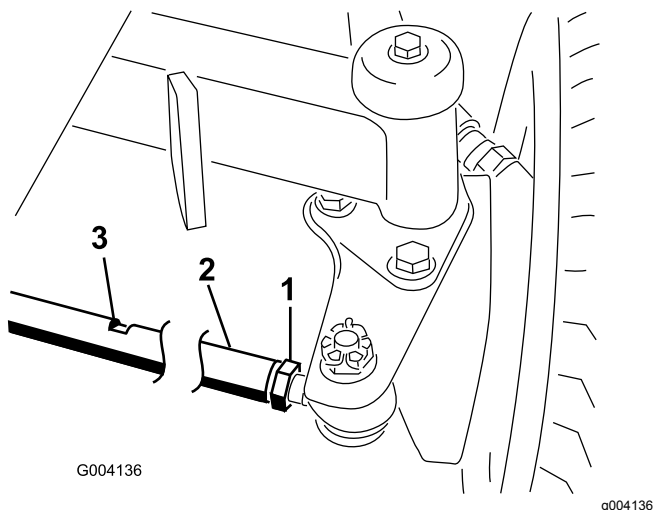

Figura 57
2. Desaperte a porca de bloqueio em cada extremidade da barra de direção (Figura 57).